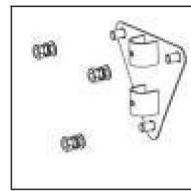
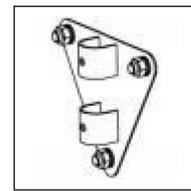

Fig. 3.
Fig.4.
3). Instale el panel de pared (2) en la pared y asegure tres tuercas (3). Puedes Es necesario utilizar una llave pequeña. Consulte la (Fig.3.) (Fig.4.)